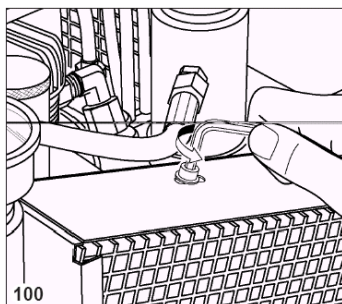

Рис. 26
1. Снять защитный кожух компрессора, как показано на рис.26.